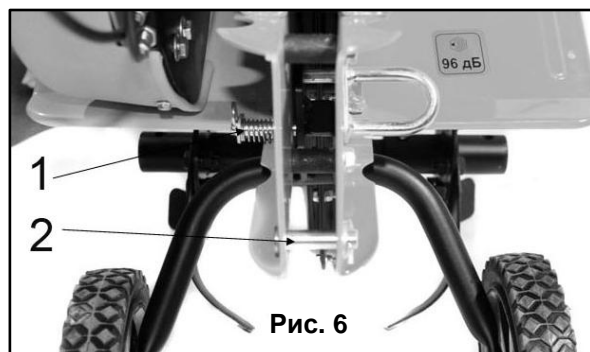

Рис. 6
- Отсоедините шплинт (1) (См. Рис. 6), выньте стопорный палец, а затем выньте сошник из держателя.
- С помощью шплинта (2) (См. Рис. 6), к культиватору можно прикрепить различные аксессуары – сцепку (мод. PRORAB 8001001) для крепления к ней картофелевыкапывателя (мод. PRORAB 8001016), орудия (мод. PRORAB 8001007)